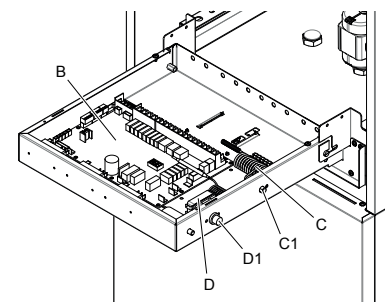

fig. 20 - vista interior del cuadro eléctrico
- B Tarjeta hidrónica electrónica (fig. 20)
- C Protección térmica de seguridad para resistencia eléctrica monofásica con botón de rearme manual (det. C1 fig. 20)
- D Protección térmica de seguridad para resistencia eléctrica trifásica con botón de rearme manual (det. D1 fig. 20)